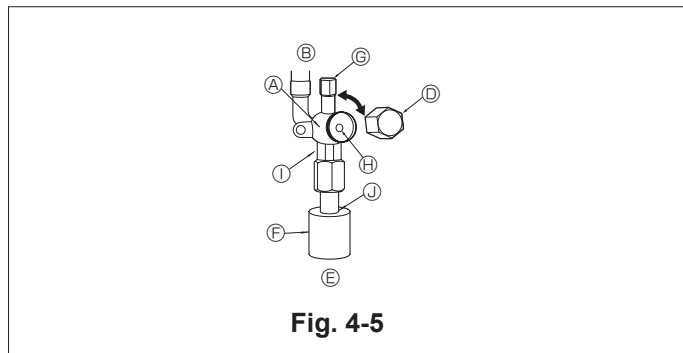

Fig. 4-5
- Si la presión se reduce en los pasos (2) o (3), hay una fuga de gas. Busque el punto de fuga del gas.
4.5. Método de abertura de la válvula de retención (Fig. 4-5)